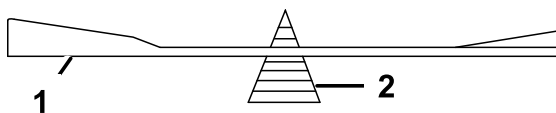

図 82
2. ブレードバランサーを使ってバランスを調べる 図 82。